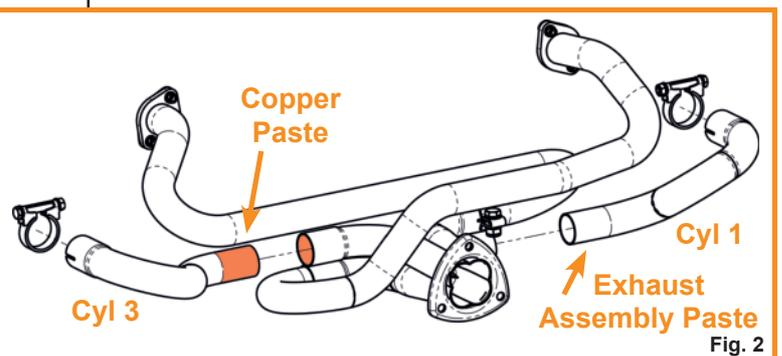

Fig. 2
- Insert the cylinder tubes of cyl 1 and 3 to the collector assembly. Refer to Fig. 2 for details.
- Montieren Sie die Verbindungsrohre zwischen dem Kollektor und den J-Rohren bzw. Wärmetauschern (Zylinder 1 und 3). Vergleichen Sie dazu Fig. 2.
- Put the 41 mm or 45 mm band clamps to the sleeved tube ends of cylinder 1 and cylinder 3. (Fig. 2)
- Setzen Sie die 41 mm bzw. 45 mm Bandschellen auf die geweiteten Enden der Rohre von Zylinder 1 und Zylinder 3. (Fig. 2)